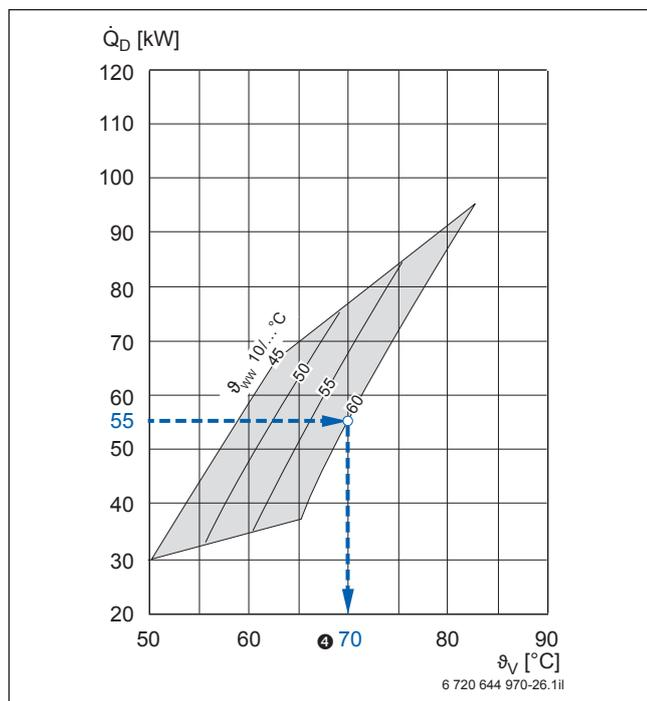

Bild 36 Warmwasser-Dauerleistung der Wärmetauscher-Sets Logalux LAP2/5; Beispiel blau hervorgehoben (Vorlage → Bild 120, Seite 138)
Mit dem Wärmetauscher-Set Logalux LAP1/5 wäre nach Bild 119 (→ Seite 138) eine Vorlauftemperatur von 72 °C erforderlich. Diese darf aber maximal 75 °C und bei kalkhaltigem Wasser über 8 °dH sogar nur maximal 70 °C betragen. Deshalb wird Logalux LAP2/5 ❷ gewählt. Aus dem Dauerleistungsdiagramm Bild 120 (→ Seite 138) des Wärmetauscher-Sets Logalux LAP2/5 ist zu der verfügbaren Kesselleistung von 55 kW bei der gegebenen Speichertemperatur von $\vartheta_{Sp} = 60$ °C die Vorlauftemperatur 67 °C abzulesen (Beispiel → Bild 36, ❸).
- ❸ Wärmetauscher-Set Logalux LAP2/5
- ❹ Vorlauftemperatur bei Nutzung der verfügbaren Kesselleistung $\dot{Q}_K = 55$ kW (→ Bild 36): $\vartheta_V = 70$ °C.